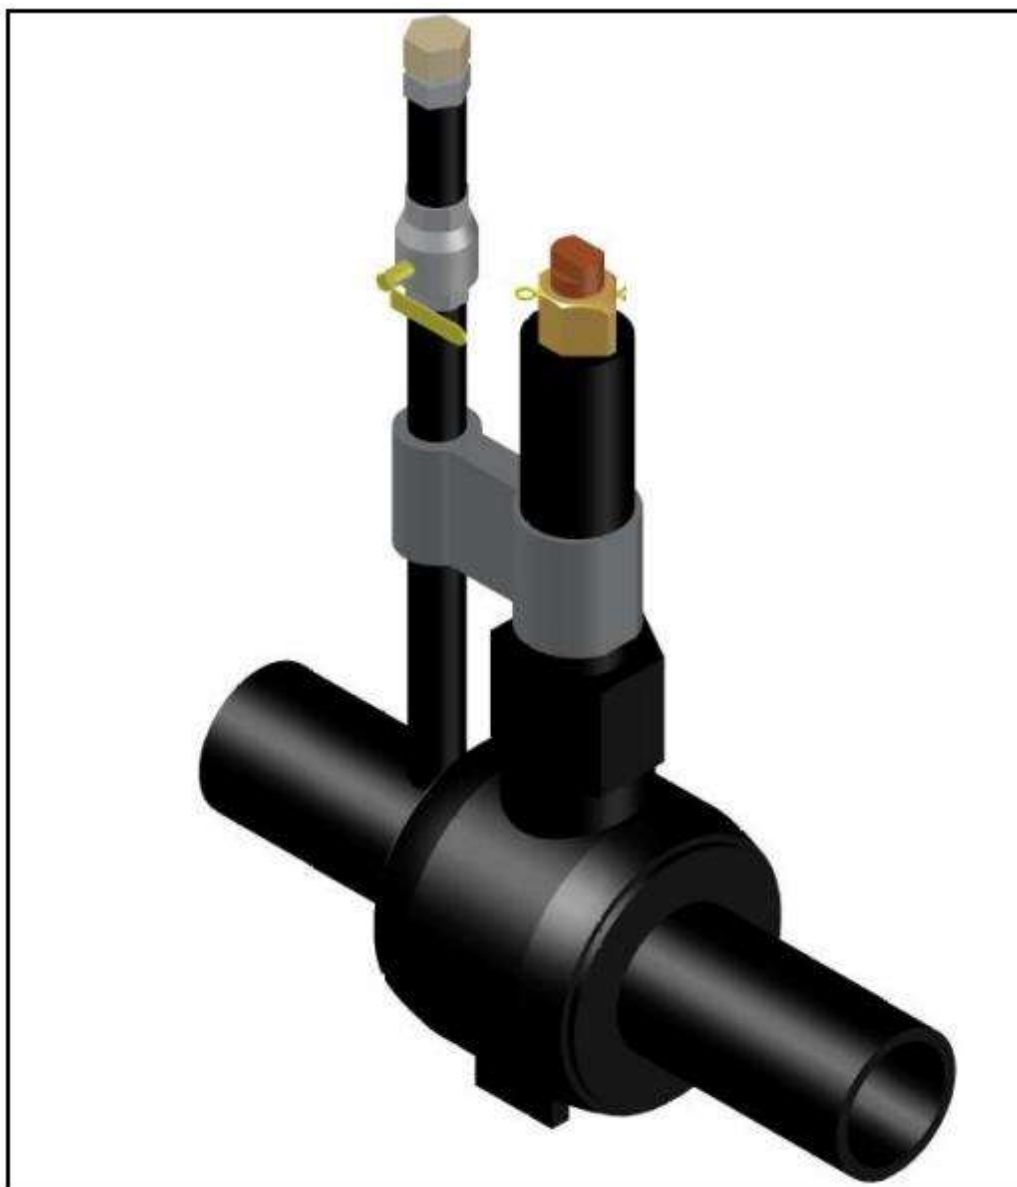

Figura 10 – Válvula com 01(um) vent.
- 4.6.8.2. Válvula com um vent - Figura 10; e